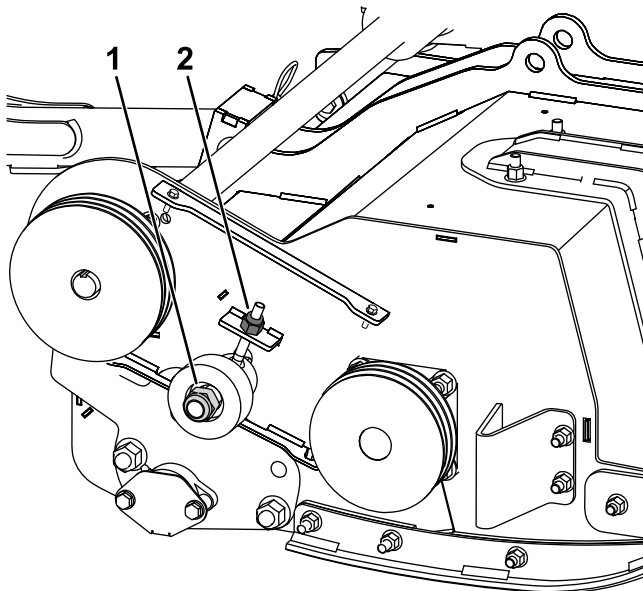

Figura 27
3. Afloje pero no retire la tuerca de la polea tensora (Figura 27).
4. Ajuste la tuerca en el poste de la polea tensora para tensar la correa (Figura 27).